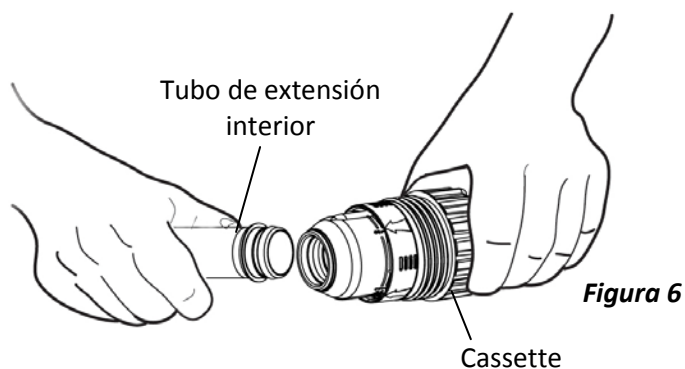

Figura 6
- Tire firmemente del tubo de extensión exterior para sacarlo y póngalo a un lado (Figura 6).